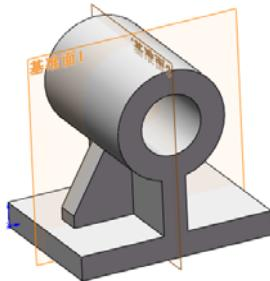
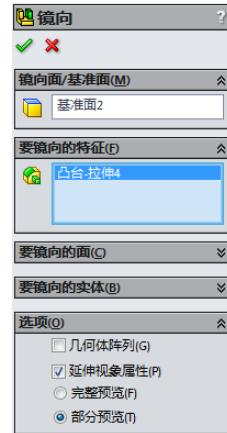

图 4-77 添加的基准面
图 4-78 “镜像”属性管理器
**22** 镜像实体。在菜单栏中选择“插入” $\rightarrow$ “阵列/镜像” $\rightarrow$ “镜像”命令，此时系统弹出如图 4-78 所示的“镜像”属性管理器。在“镜像面/基准面”一栏中，用光标选择第 **21** 步添加的基准面，即图 4-77 中的基准面 2；在“要镜像的特征”一栏中，用光标选择第 **19** 步拉伸的实体，即图 4-75 中拉伸的实体。单击属性管理器中的“确定”图标按钮 $\checkmark$ 。